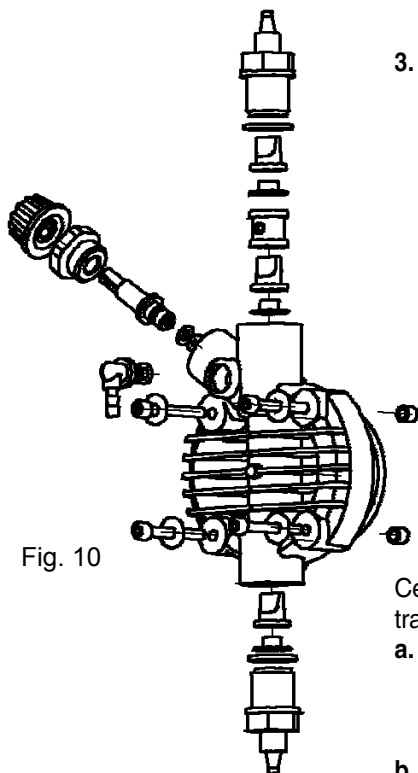

Fig. 10
2. Contrôler au moins tous les six mois le fonctionnement de la pompe, l'étanchéité des vis et des joints, effectuer des contrôles plus fréquents avec des liquides plus agressifs, contrôler en particulier la concentration d'additif dans l'installation ; une réduction de cette concentration pourrait être déterminée par l'usure des soupapes (qui dans ce cas doivent être remplacées en faisant attention au moment du remontage comme dans la Fig. 10) ou bien par le bourrage du filtre qui doit être nettoyé comme indiqué au point suivant 3.
Pour effectuer cette opération, si l'appareil n'est pas fixé à l'installation on peut le faire tressauter pendant quelques secondes (15-30) en le retournant avec les tubes non branchés aux raccords, si ce n'est pas possible démonter et remonter le corps de la pompe (Fig. 10), moyennant les quatre vis de fixation.
Étant donné la solidité du système, aucune panne d'origine vraiment mécanique ne se produit. Il peut y avoir parfois des fuites de liquides de certains raccords ou bagues de fixation des tubes desserrés, ou plus simplement encore à cause de la rupture du tube de refoulement. Ces fuites sont très rarement dues à la rupture de la membrane ou à l'usure du joint d'étanchéité de celle-ci. Dans ce cas les composants sont à changer en dévissant les quatre vis du corps de la pompe (Fig. 10), en remontant ces vis, les serrer de manière uniforme avec une valeur maximale de couple recommandée de 180÷200 Nxc.m. Après avoir éliminé la cause de la fuite, nettoyer la pompe doseuse en éliminant tous les éventuels résidus d'additif stagnants car ils risquent d'endommager le boîtier de la pompe.
- Démonter les soupapes d'aspiration et refoulement, les nettoyer et les remonter dans la même position (Fig. 10). Si ces soupapes ont des espèces d'enflures, contrôler sur le tableau prévu à cet effet la compatibilité de l'additif avec le type de soupape montée sur la pompe (soupape standard en Viton® ou un autre élastomère compatible ; sur demande sont disponibles les soupapes à sphère).